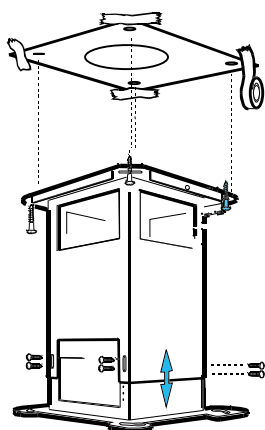

Figure 3
14. Pour installer la structure de support au plafond, utiliser une clé 10 mm. ou une clé réglable, ou bien un tournevis à tête plate. Percer plusieurs trous de guidage au plafond. Accrocher la structure de support aux soliveaux en utilisant les 4 vis d'ancrage fournies avec l'appareil. Maintenir le tube pour câbles électriques de 1/2" à l'intérieur de la structure (Figure 3).
3. Retirer et conserver le gabarit de perçage. Percer et retirer le placoplâtre. Insérer entre les joints un élément en bois ayant une longueur appropriée (2" x 4") pour l'ancrage de la cheminée, comme illustré dans les Figures C et D. Utiliser le gabarit de perçage pour définir les dimensions et l'espace libre requis. S'assurer que l'élément en bois soit monté solidement et parfaitement à plat. En cas de difficultés ou d'exigences particulières, interpellier un technicien spécialisé. Utiliser en tant que référence le gabarit de perçage et les détails reportés dans les Figures 3, 4 et 5. Marquer le poids de l'appareil (Tableau 1).